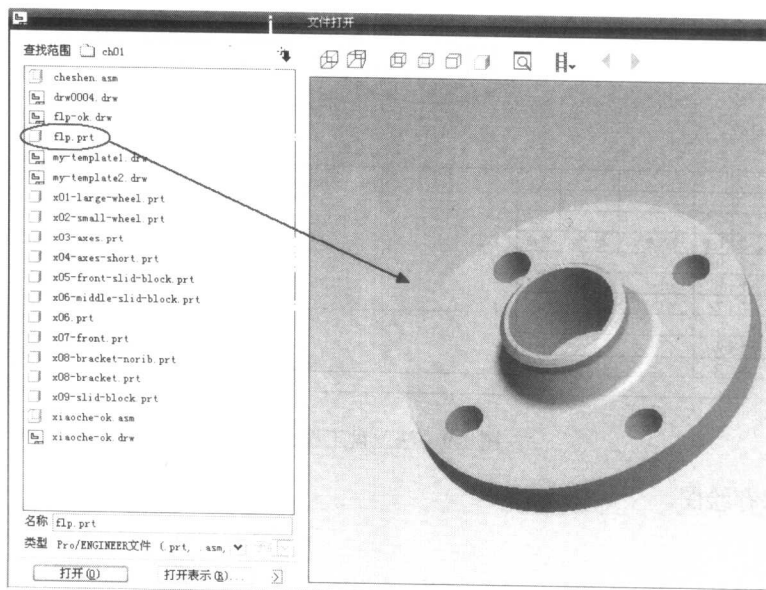

图 1-8 预览 flp.prt 零件
- ☐ 单击【预览】(Preview) 按钮, 在打开模型之前先进行预览, 如图 1-8 所示。